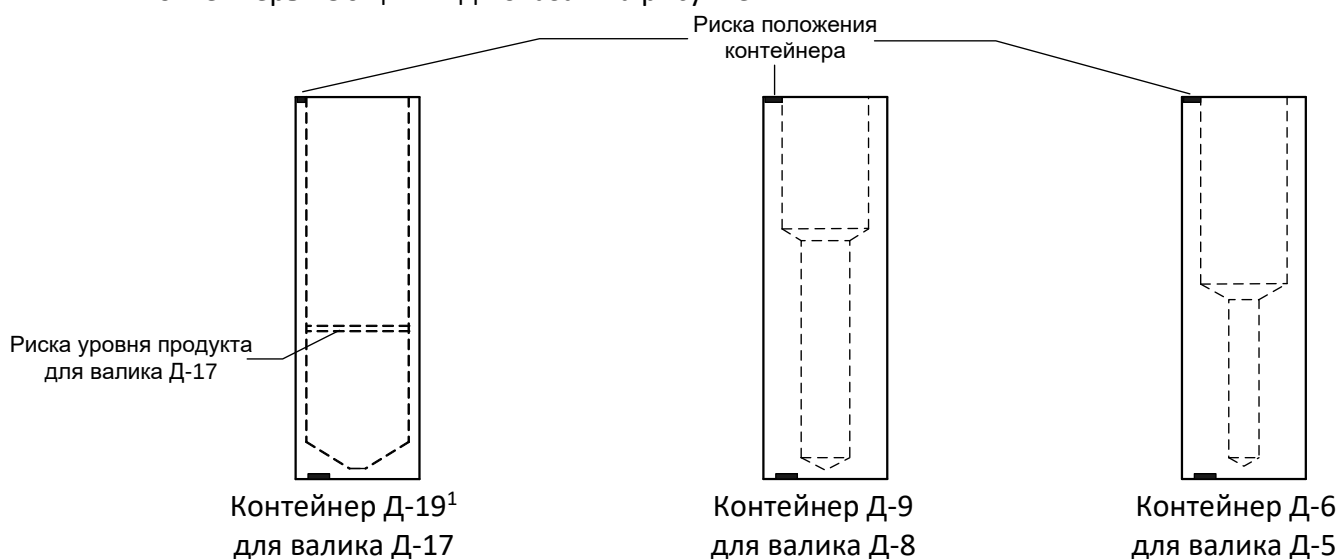
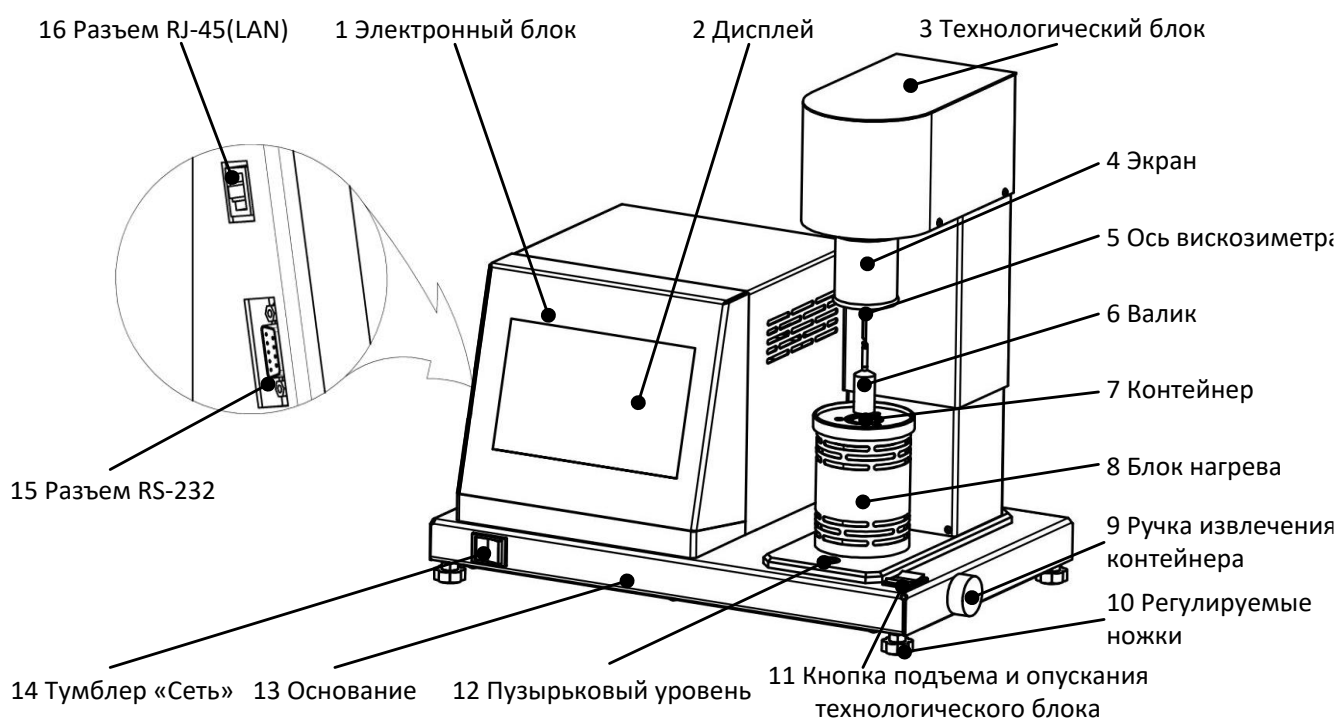
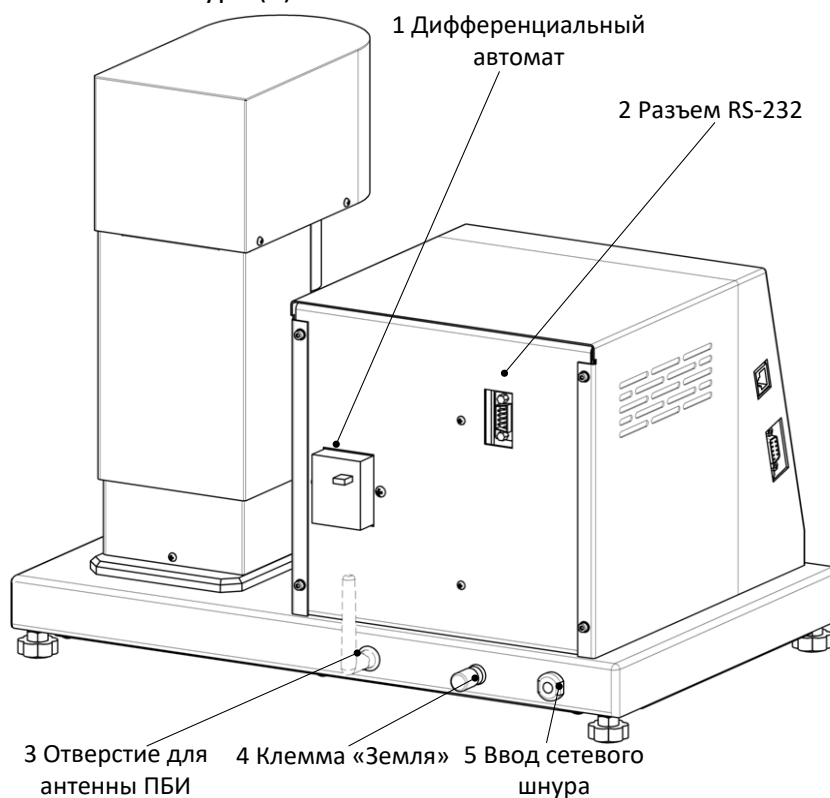

Рисунок 4 – Контейнеры
Рисунок 7 – Устройство вискозиметра
Рисунок 8 – Устройство вискозиметра. Вид сзади
- тумблер «Сеть» (14);
- ручка извлечения контейнера (9);
- пузырьковый уровень (12);
- кнопка подъема и опускания технологического блока (11).
2.4.2.7 На задней стенке электронного блока (см. рисунок 8) располагаются:
- дифференциальный автомат (1);
- разъем RS-232 (2).
2.4.2.8 На задней стенке основания (см. рисунок 8) находятся:
- отверстие для установки антенны ПБИ (3);
- клемма «Земля» (4) для заземления вискозиметра;
- ввод для сетевого шнура (5).
- 2.4.3.5 После достижения заданной температуры контейнер (7) (см. рисунок 7), заполненный продуктом до уровня риски (см. рисунок 4) или по объему, устанавливается в блок нагрева (8) (см. рисунок 7). Валик (6) (см. рисунок 7), устанавливается через подвес на ось вискозиметра.
- 2.4.3.6 Затем необходимо с помощью кнопки (11) (см. рисунок 7) опустить технологический блок в нижнее положение и опустить экран (см. рисунок 7) на блок нагрева.
- 3.3.1 Подключить вискозиметр к сети питания. Включить дифференциальный автомат, расположенный на задней стенке электронного блока (см. рисунок 8). Включить вискозиметр тумблером «Сеть» (см. рисунок 7).
- 3.3.2 При использовании программ ЛинтеЛ® - Линк¹ необходимо установить на вискозиметр антенну¹ (см. рисунок 8) и плату¹ устройства беспроводной связи. Установка антенны производится в гнездо на задней панели вискозиметра.
- 3.3.3 При использовании обмена данными по протоколу Modbus, сетевой кабель Ethernet подключается к разъему RJ-45 (см. рисунок 7).